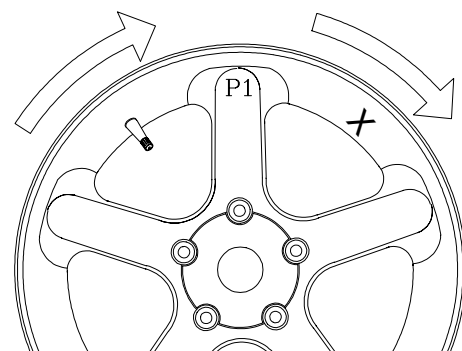

Figure 34
7. L'afficheur indique "SPO 1". Localiser le premier rayon le plus proche du centre supérieur et faire tourner la roue de telle sorte que le rayon soit au centre supérieur. Voir Figure 34. Appuyer sur P pour mémoriser la première position.